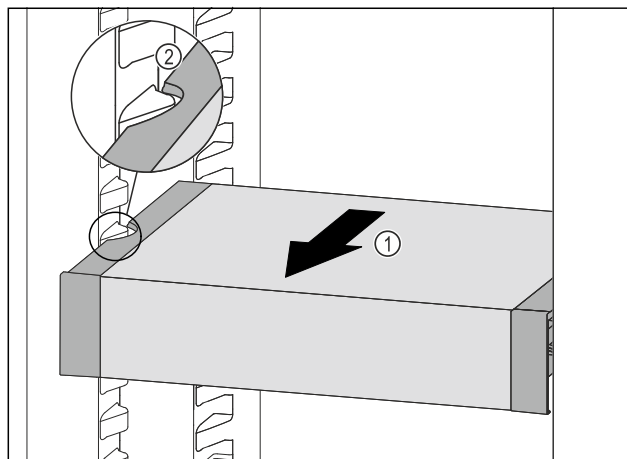

Fig. 139
- Táhněte VarioSafe dopředu Fig. 139 (1), dokud nebudou boční vybrání VarioSafe na úrovni žebrování na nádobý v chladničce. Fig. 139 (2)